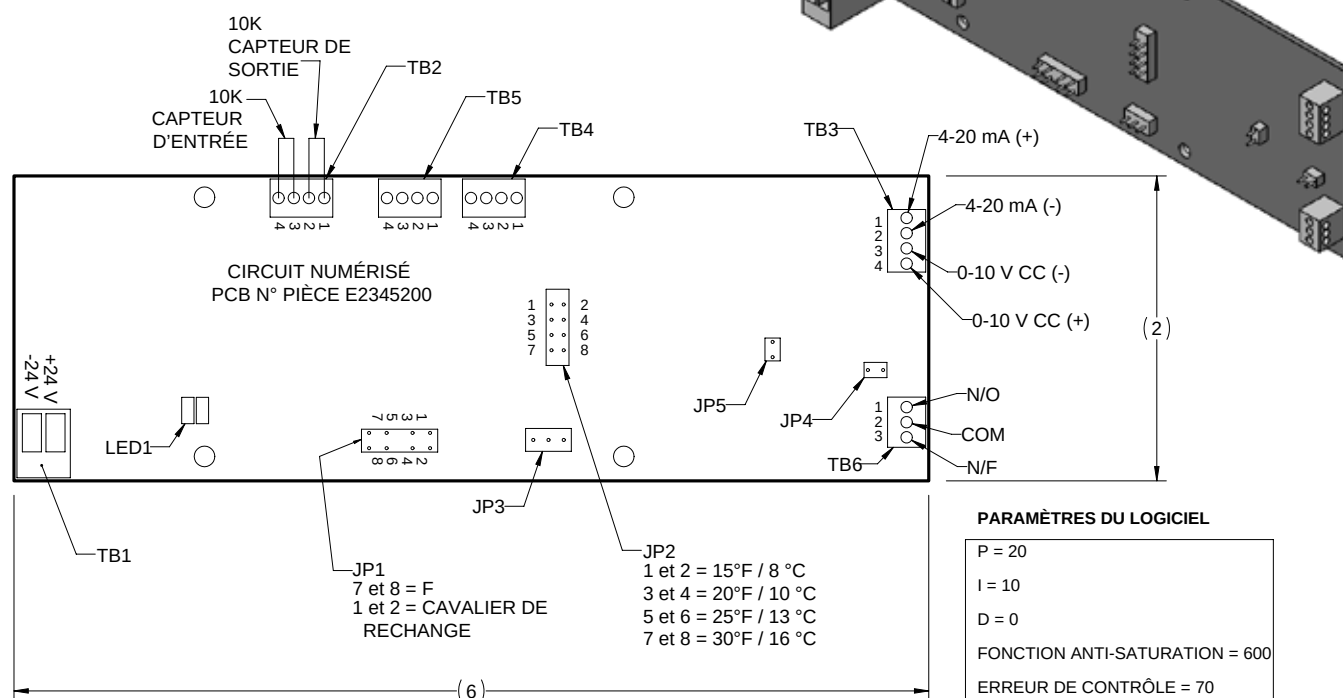

Figure 30. Carte de circuit numérique Vari-Prime
2. Au moment de l'expédition le Vari-Prime a un cavalier sur la borne JP4, pour fonctionner avec une sortie 0-10 V CC. Si une sortie 4-20 mA est voulue, déplacez le cavalier sur la borne JP5 (Voyez la Figure 30).